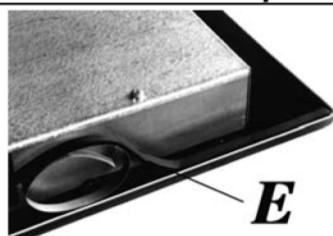

рис. 11
-Переверните варочную поверхность и правильно расположите прокладку «Е» (рис. 11) под краями варочной поверхности так, чтобы наружная сторона прокладки точно совпадала с наружным краем варочной поверхности. Края полосок должны совпадать, не выступая друг над другом.